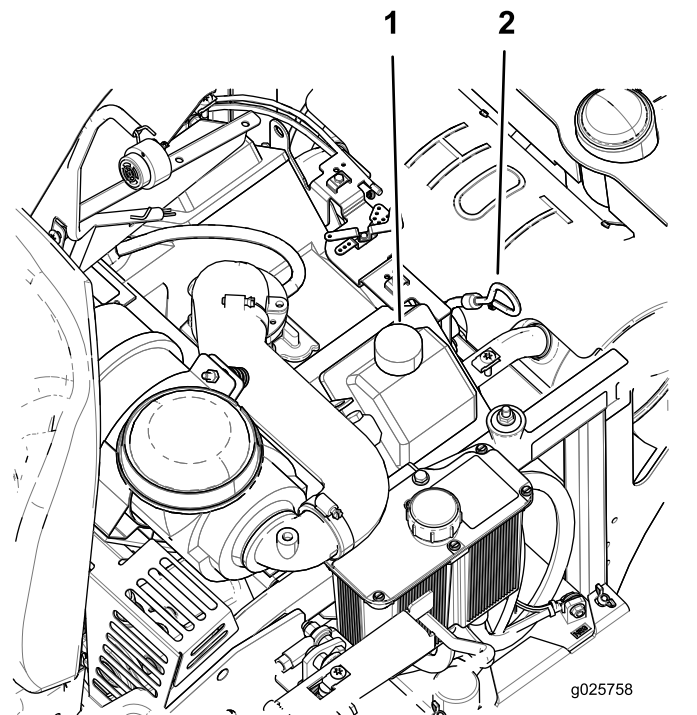

Bild 40
4. Reinigen Sie den Bereich um den Ölfüllstutzensdeckel bzw. den Peilstab vor dem Abnehmen, damit kein Schmutz oder Schnittgut usw. in den Motor gelangt (Bild 40).
8. Wenn der Ölstand niedrig ist, wischen Sie den Bereich um den Ölfüllstutzensdeckel ab, nehmen Sie den Deckel ab und füllen bis zur Voll-Markierung am Peilstab auf (Bild 40).